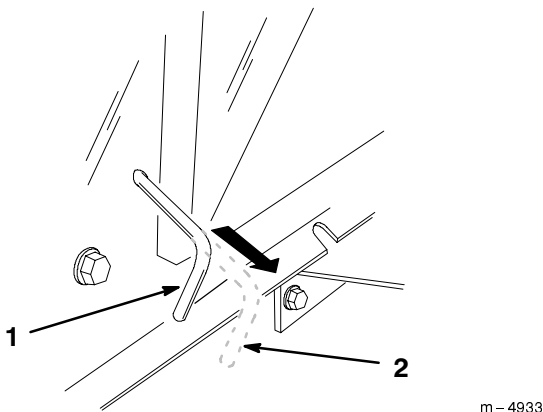

Abbildung 13
- Die Antriebssteuerstange an der Hinterseite der Maschine auf "Schiebeposition" herausziehen und die Feststellbremse lösen. Dadurch wird das Antriebssystem ausgekuppelt, und die Räder können sich frei drehen (Abb. 13).
- Die Feststellbremse anziehen und die Antriebssteuerstange auf Betriebsposition stellen. Dadurch wird das Antriebssystem eingekuppelt (Abb. 13).